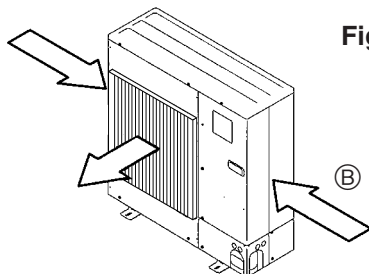

Fig. 2-5
③ Coloque la unidad de manera que la salida de aire sopla en dirección perpendicular a la dirección estacional del viento, si la conoce. (Fig. 2-5)